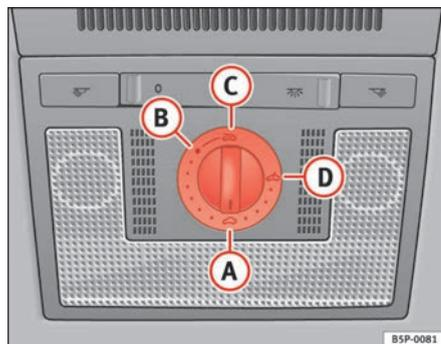

Fig. 69 Detalle del revestimiento interior del techo: mando giratorio del techo corredizo / deflector
- Gire el mando a la posición **A** ⇒ fig. 69 ⇒